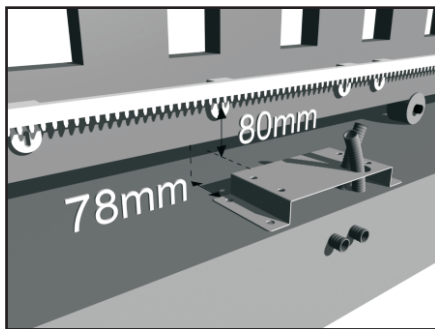

Abb. 1
- befestigen Sie die Motorkonsole mit ca. 78 mm Abstand zum Torrahmen auf dem Boden ( Abb.1 )